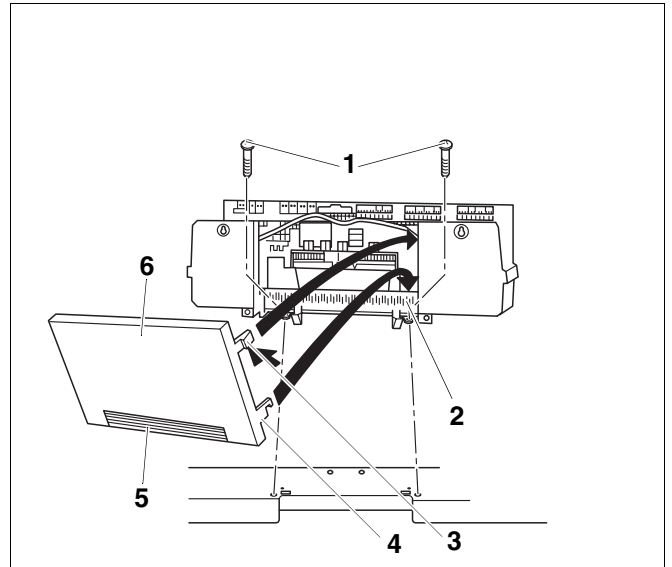

Abb. 19 Regelsystem Logamatic 4000 festschrauben
- Nur bei Regelsystem Logamatic 4000: Rückwandteil abnehmen (Abb. 19, Seite 35, **Pos. 6**).
Sie können bei Bedarf das Ausbrechteil (Abb. 19, **Pos. 5**) am Rückwandteil (Abb. 19, **Pos. 6**) ausbrechen bzw. ausschneiden.
- Die beiden unteren Haken (Abb. 19, **Pos. 4**) rechts und links an dem Rückwandteil (Abb. 19, **Pos. 6**) mit dem Schlitz in die obere Kante des Schellenrahmens (Abb. 19, **Pos. 2**) einsetzen.
- Die beiden oberen elastischen Schiebehaken (Abb. 19, **Pos. 3**) leicht nach innen drücken (Pfeil) und das Rückwandteil (Abb. 19, **Pos. 6**) so einlegen, dass die beiden Haken einrasten.